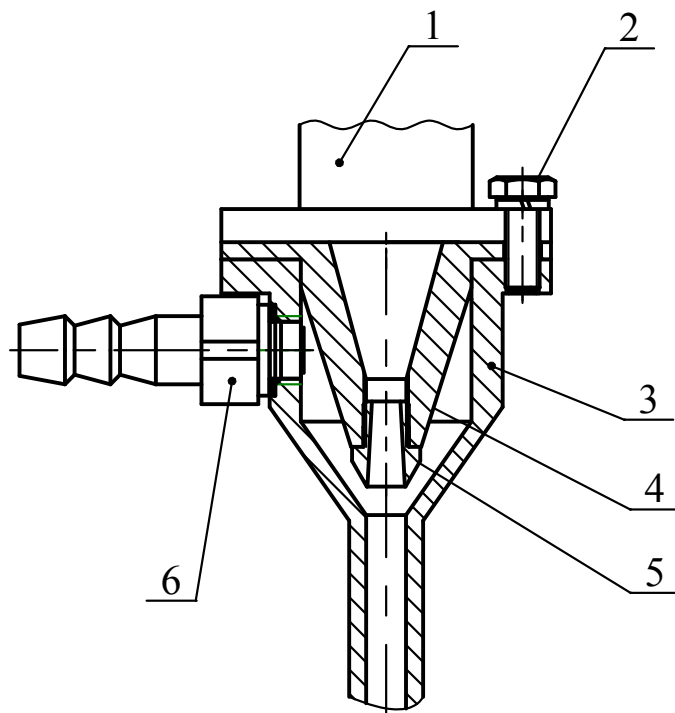

Рисунок 6-Разрез газоструйного аппарата
- отвернуть болты 2 (рисунок 6) и снять диффузор 3 и сопло 4